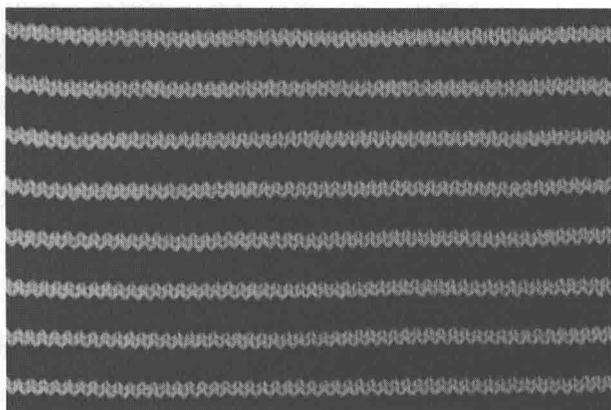

图 1-11 横条织物
**8. 高、矮纱嘴的应用** 编织配色横条织物时，将主色（红色）穿入矮纱嘴中，高纱嘴穿入配色（白色）。先使用矮纱嘴架编织 2 转红色，机头到右边，稍用力撞击高纱嘴架上所带动的白色，继续编织 1 转，机头到右边，再带动“矮纱嘴架”。如此轮换，漂亮的横条织物就完成了，如图 1-11 所示横条织物。